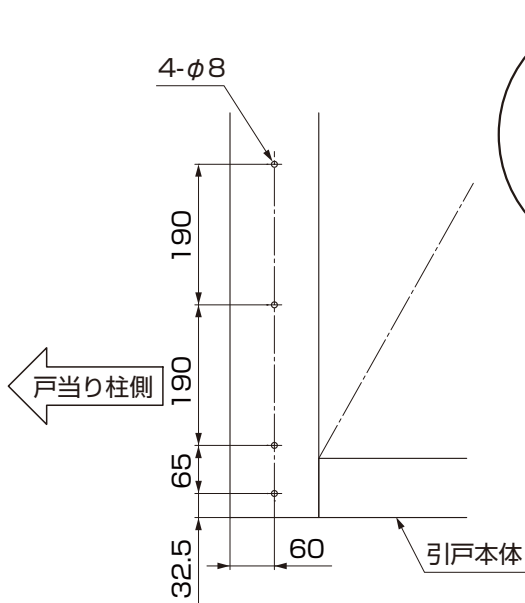

図 9-1
- ①合掌框の家側にφ8穴を4ヶ所加工してください。(図9-1参照)